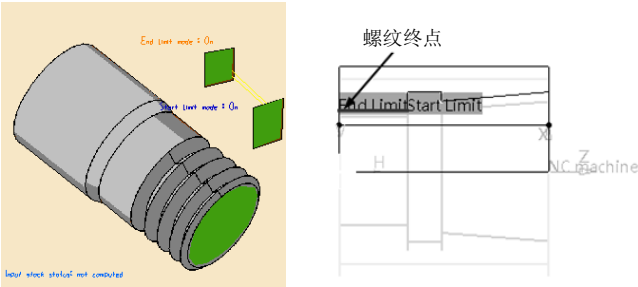

图 6-155 定义螺纹终点 (2)
- 定义螺纹终点（2）。右键单击“End limit mode”，在系统弹出的对话框中选择“On”命令，激活螺纹终点感应区，单击终止极限元素感应区，选择如图 6-155 所示的点，在空白处双击鼠标左键返回。